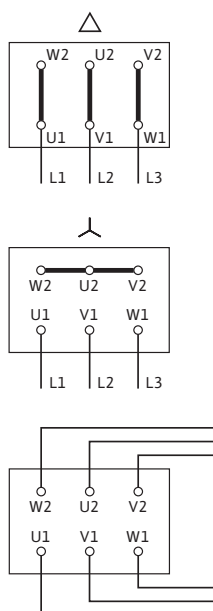

Fig. 17: Alimentare electrică
Schema de racordare electrică se găsește la capacul cutiei de borne (vezi și Fig. 17).
- Alimentarea electrică depinde de puterea motorului  $P_2$ , de alimentarea electrică și de tipul de conexiune. Comutarea necesară a punților de legătură în cutia de borne poate fi preluată din lista următoare „Tab. 4: Alocarea bornelor de conexiune” la pag. 17 precum și din Fig. 17.